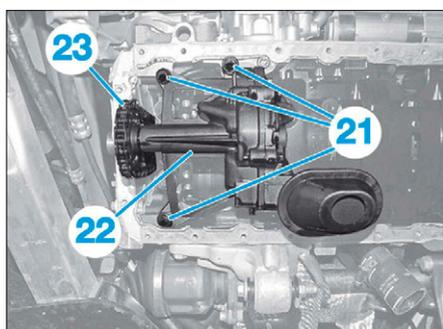

FIG. 25
- les vis de la pompe à huile (21) (Fig.25).
- Dégager la pompe à huile (22) de ses fixations et de la chaîne d'entraînement (23).
- Déposer la pompe à huile (22).